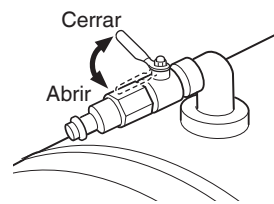

Fig. 6
- Cierre la llave de aire. (Fig. 6)